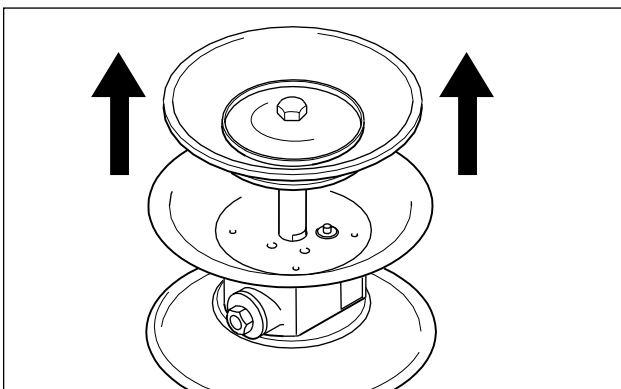

Рис. 11: Вынимание поршневого штока.
- Ослабьте внешнюю тарелку диафрагмы и снимите с диафрагмой (рис. 11). В случае насосов с пластмассовой оболочкой, предварительно навинтите пластмассовую крышку (начиная с DL25).
- Вынуть поршневой шток со второй мембраной из среднего блока и демонтировать вторую ме (Рис. 11).